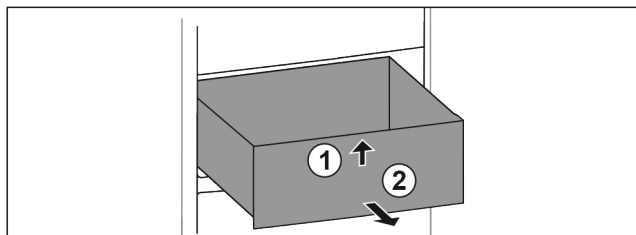

Fig. 15
- ▶ Повдигнете чекмеджето отпред. Fig. 15 (1)
- ▶ Извадете чекмеджето напред. Fig. 15 (2)